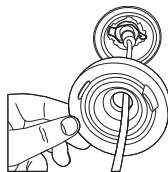

Figura -5
- Asamblează garnitura pe becul LED4 și asigură-te că se află în poziția corectă, așa cum se arată în Figura 5.